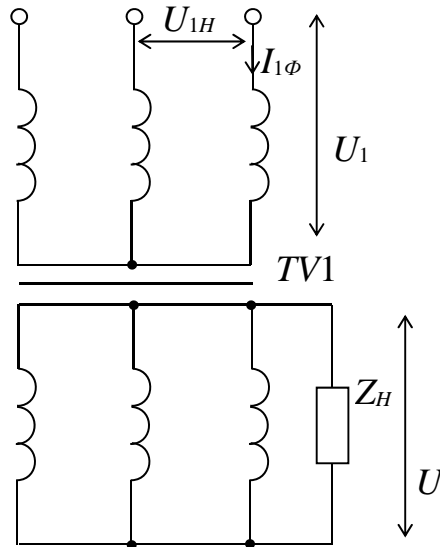

Рисунок 27 – Схема трехфазного трансформатора
- Соединение обмоток трансформатора Y/Y (звезда/звезда) (рисунок 27).